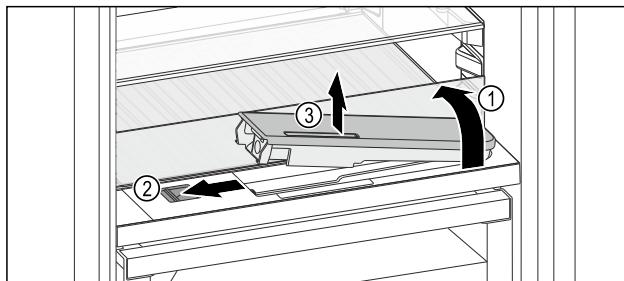

Fig. 172
- Повдигнете стъклената плоча и я завъртете до ограничителя назад Fig. 172 (1).
- Преместете плъзгача Fig. 172 (2) наляво.
- Извадете резервоара за вода Fig. 172 (3).